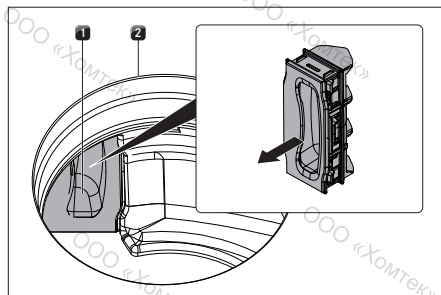

рис. 8.5 Снятие откидной крышки фильтра
- Вытяните находящуюся внутри отверстия для впуска воздуха откидную крышку фильтра из отверстия корпуса фильтра (снятие откидной крышки фильтра, смотрите рисунок 8.5).